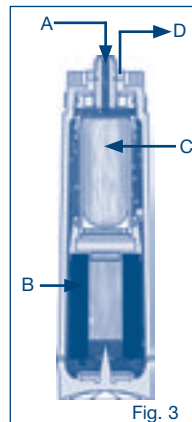

Fig. 3
L'acqua di rubinetto (A) sta entrando la cartuccia filtro (Fig. 3) e l'acqua viene filtrata da un carbonio-blocco (B) attivata. Le particelle, materia organica disciolta, coloranti naturali e sostanze responsabili di cattivo gusto e gli odori per esempio cloro vengono rimossi. Poi l'acqua è filtrata da una fibra ultra filtrazione a membrana dead-end cavo (C) per i batteri rimozione. Il filtro è inoltre dotato di una piccola quantità di argento per ragioni batteriostatici.